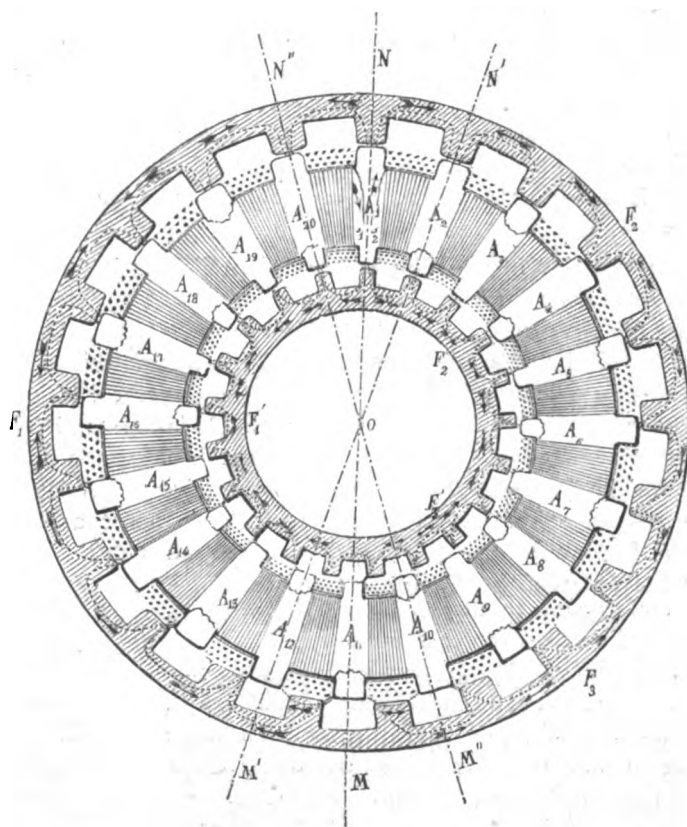
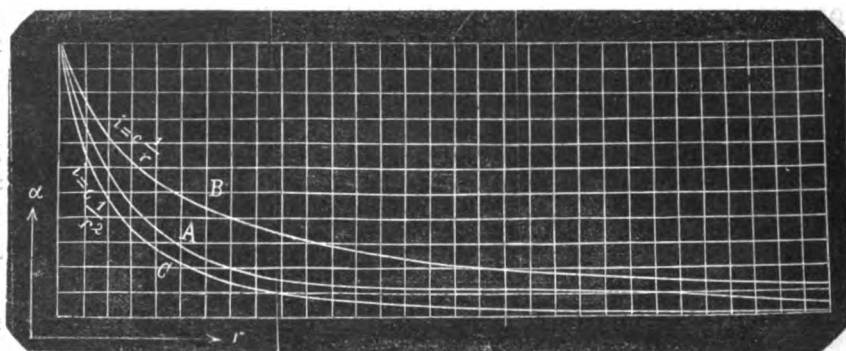

Fig. 6.
Fig. 1.
2° S'immagini un toro in ferro, mobile attorno al suo asse rettilineo, che presenti sulla sua superficie un numero pari di solchi abbastanza profondi e di denti uguali fra loro ed uniformemente distribuiti, limitati da piani ad esso trasversali: il rapporto fra le dimensioni dei solchi e quelle dei denti sia uguale a quello che si è fissato per le dinamo del tipo *A*. Esso è rappresentato da  $A_1, A_2, A_3, \dots A_{20}$  (fig. 6). Un toro cavo in ferro, che dev'essere fissato alla base della dinamo, includente quasi del tutto e quasi esattamente il toro suddetto, presenti nell'interno dei denti e dei solchi uguali fra loro ed uniformemente distribuiti, i quali starebbero ai denti e ai solchi del toro massiccio come quelli dell'induttore della dinamo della fig. 1 stanno agli altri dell'indotto della stessa dinamo, se il numero loro piuttostochè di 1, come si richiede in questo caso, fosse di 2 superiore a quello del toro interno. Le spirali induttrici ed indotte, rappresentate nella fig. 6 dai tratti rettilinei e dai puntini rispettivamente disegnati fra i denti, siano avvolte nei solchi del toro interno secondo le regole stabilite per le dinamo provenienti dalla prima specie di alternatori avanti considerata: il numero delle lamine del collettore dovrà quindi essere uguale al prodotto dei denti del toro massiccio per quello del toro cavo. Ricercando l'espressione della f. e. m. a circuito aperto di una tale dinamo, si trova, seguendo un processo analogo a quello tenuto per arrivare alla (1):
Facendo successivamente variare la distanza  $r$  della trasmissione, Tietz ottenne altrettante deviazioni galvanometriche  $\alpha$  e di questi valori si servì per tracciare la curva  $A$  della fig. 1. Poscia egli calcolò e tracciò le curve  $B$  e  $C$  corrispondenti rispettivamente ai due casi teorici delle variazioni dell'intensità dell'onde in ragione inversa della semplice distanza ( $i = c \frac{1}{r}$ ) e del quadrato di questa ( $i = c \frac{1}{r^2}$ ).